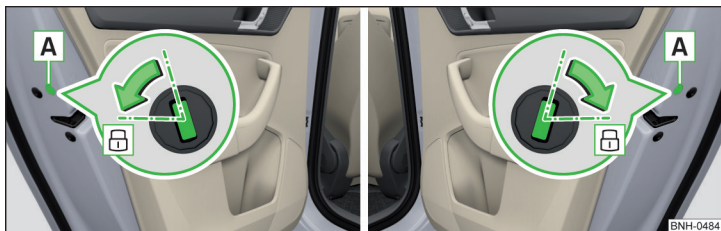

Abb. 162 Notverriegelung: Tür hinten links/rechts
- › Die Blende **A** abbauen » Abb. 162.